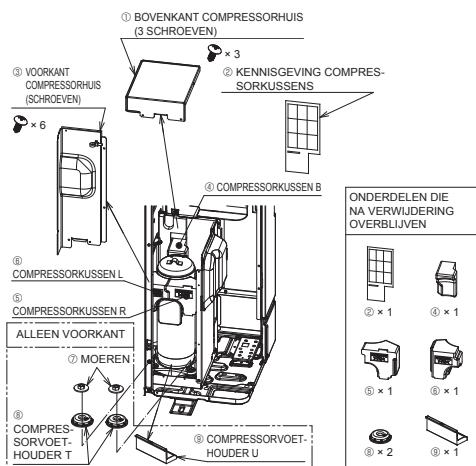

Fig. 4-1
- Voordat u het apparaat in gebruik neemt, moet u het BOVENKANT COMPRESSORHUIS en de VOORKANT COMPRESSORHUIS eraf halen en de bevestigingscomponenten van de compressor verwijderen. (Fig. 4-1)